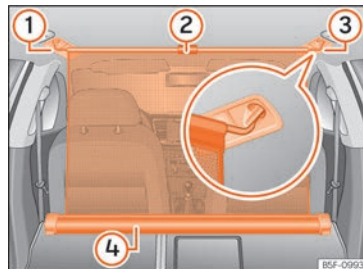

Fig. 182 En el maletero: red de separación enganchada con los respaldos del asiento trasero abatidos.
- Tire hacia arriba de la lengüeta » » » **fig. 182 ②** para sacar la red de la carcasa » » » **fig. 182 ④**.
- Enganche la red de separación en el lado derecho » » » **fig. 182 ③** (imagen ampliada).
- Enganche la red de separación en el alojamiento del lado izquierdo » » » **fig. 182 ①** estirando la barra.
La red de separación está correctamente montada cuando los extremos en forma de T están enganchados firmemente en los alojamientos correspondientes » » » **fig. 182 ③** y **①**.
- Enrolle la red en la carcasa » » » **fig. 182 ④** bajándola con la mano.